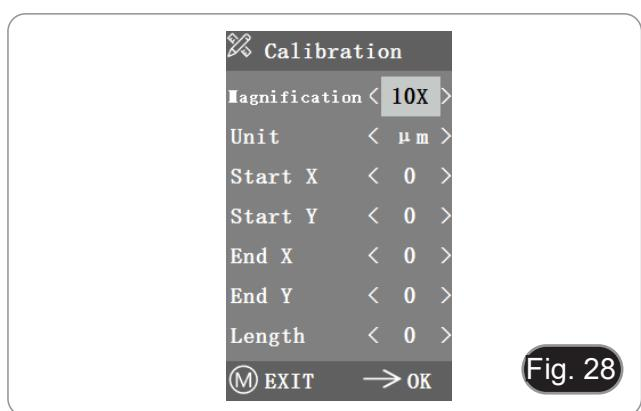

Fig. 28
3. Nach dem Aufrufen des Kalibrierungsmenüs erscheint das Dialogfeld in Fig. 28.
4. Stellen Sie die Positionen des Start- und Endpunkts der Kalibrierung so ein, dass die Kalibrierungslinie mit der Mikrometerskala übereinstimmt, und versuchen Sie, die maximale Länge, die angezeigt werden kann, auszuwählen, um eine möglichst genaue Messung durchzuführen. (Fig. 28)